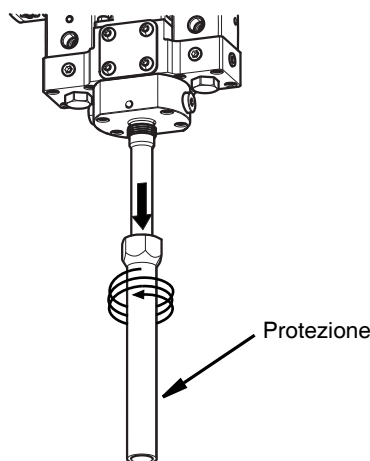

FIG. 20
4. Rimuovere la protezione della valvola di miscelazione dinamica Voltex. Vedere FIG. 20.